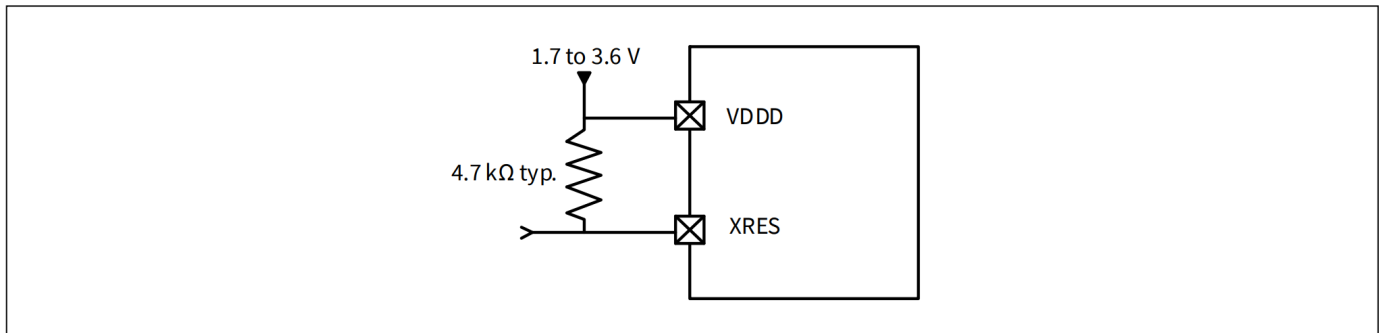

图 4 XRES 连接图
- 专用外部复位引脚（XRES）可通过外部源对器件进行复位。XRES 引脚为低电平有效，内置 85 kΩ 弱上拉电阻。可选择外接 4.7 kΩ 上拉电阻至 VDDD（如图 4）。